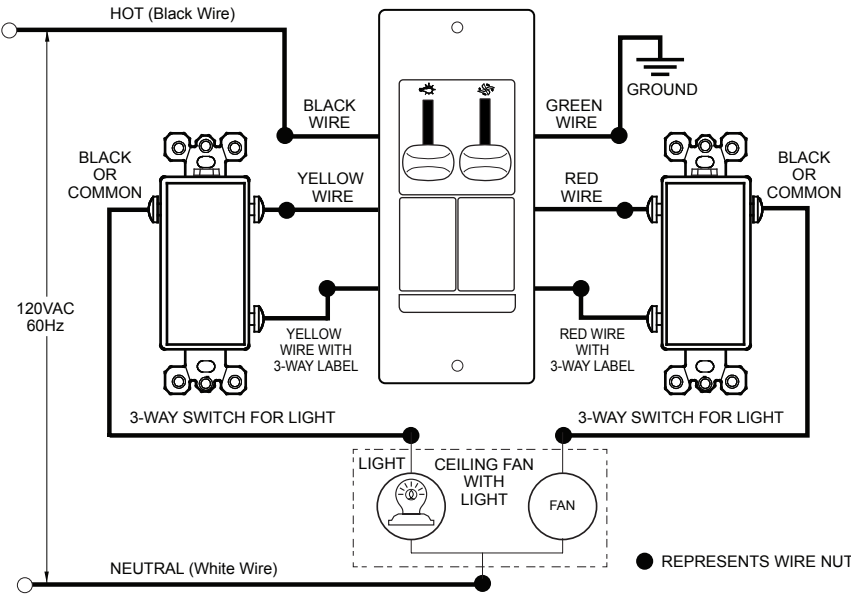

Figure 1
- Le gradateur peut avoir à être réglé aux faibles intensités pour que certaines lampes s'allument correctement et/ou ne clignotent pas. Pour cela, **COUPER L'ALIMENTATION DU CIRCUIT** et retirer la plaque murale. Utiliser un petit tournevis plat isolé pour régler le potentiomètre qui est accessible à travers la fente (« CALIBRATION ») située sur la bande (Figure 1). Tourner la molette **vers le bas pour augmenter** le réglage de l'intensité lumineuse minimale et tourner la molette **vers le haut pour réduire** l'intensité lumineuse. Ensuite, remonter la plaque murale, remettre sous tension et tester. Répéter les étapes ci-dessus au besoin. **Remarque : ne jamais régler le potentiomètre si le circuit est sous tension.**